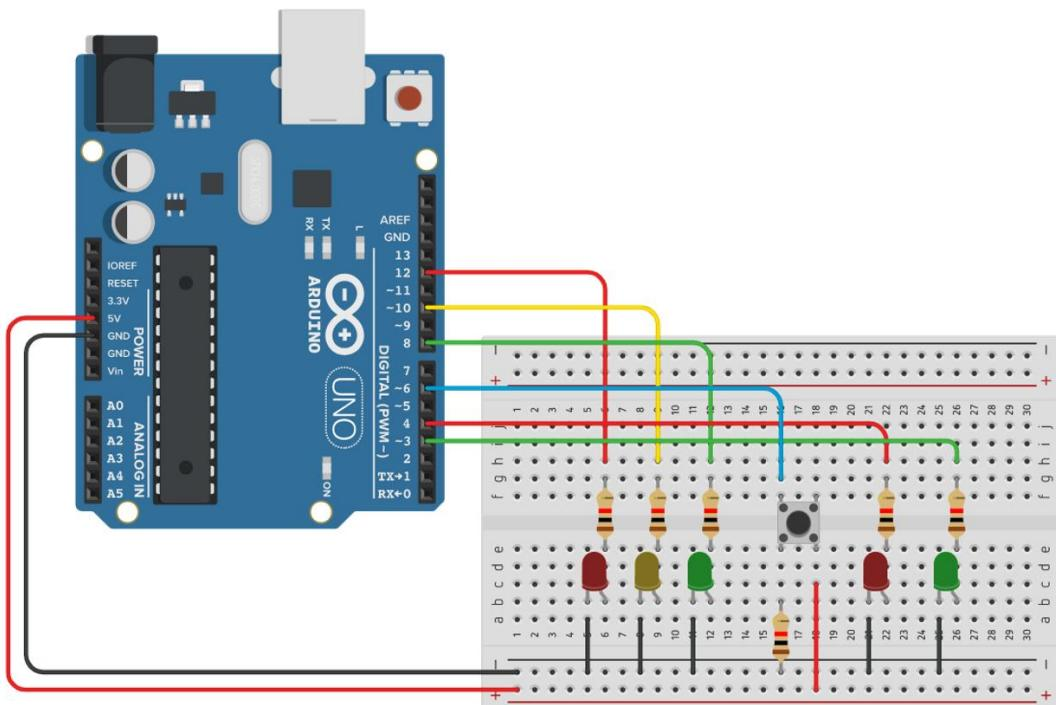

Figura 06 – Circuito da montagem do semáforo de carro e pedestre com botão
- Realize as adaptações necessárias tanto no circuito (Figura 06) quanto no código do exercício anterior para cumprir as seguintes especificações: